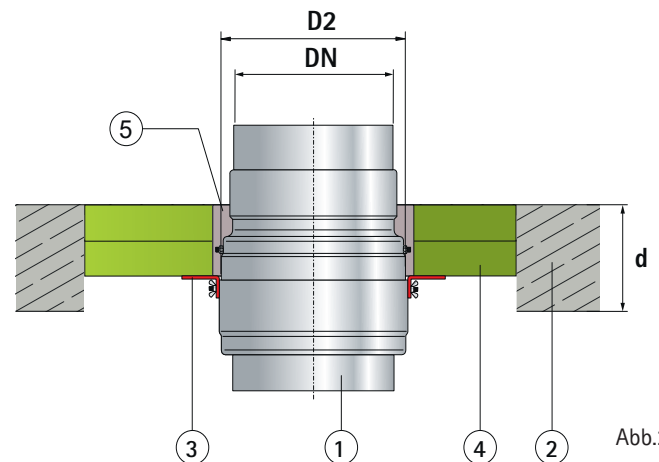

Abb.28
5. Weichschott gemäß Herstellerangaben Fa. HILTI erstellen. Mineralwollplatten enganliegend zur Brandschutzklappe zuschneiden. Spalte zwischen den Mineralwollplatten und der Brandschutzklappe müssen mit Dichtmasse vollständig auf die gesamte Weichschottdicke verfüllt werden. Brandschutzklappe mit dem Befestigungswinkel bei Einbau auf dem Weichschott bündig auf der Oberkante des Weichschotts positionieren, bei Einbau unter dem Weichschott, Befestigungswinkel bündig auf der Unterkante des Weichschotts positionieren (Abb.28, Abb.29).